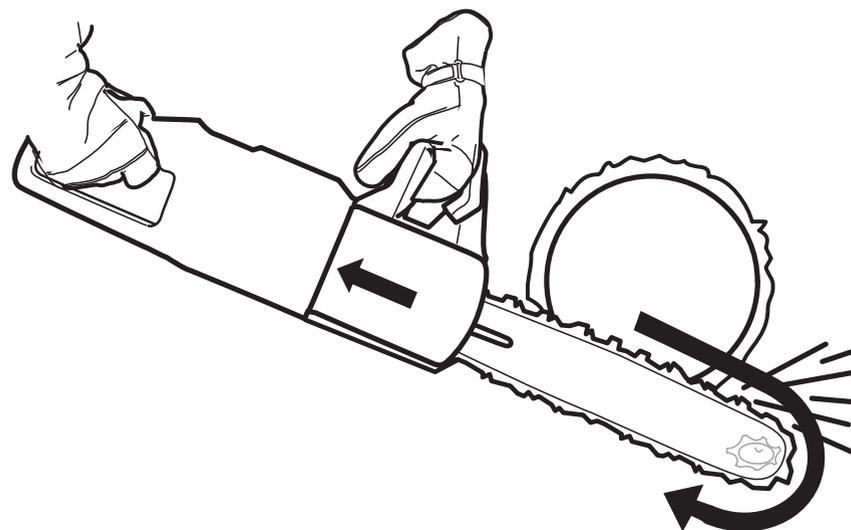

Рисунок 5 — Правильный захват цепной пилы
ятке, а левая – на передней рукоятке (см. рис. 5). Любой оператор, независимо от того, является ли он левшой или нет, должен использовать этот захват, сокращающий риск отброса цепной пилы и помогающий сохранять контроль над ней.
- Будьте особенно осторожны (см. рис. 5) при резании верхней частью цепи пильной (с нижней стороны бревна). Сила движения цепи пильной отталкивает цепную пилу назад, и если оператор не будет держать постоянный контроль над ситуацией, зона отброса шины направляющей может зайти достаточно далеко в пропил и вызвать отброс. Резание нижней частью цепи пильной (в верхней части бревна) толкает цепную пилу вперед. Вследствие этого цепная пила прижимается к дереву своим зубчатым упором, обеспечивая устойчивое положение и давая оператору дополнительный контроль над ней, а тем самым и над зоной отброса шины направляющей. При пилении нижней частью цепи пильной всегда используйте зубчатый упор.